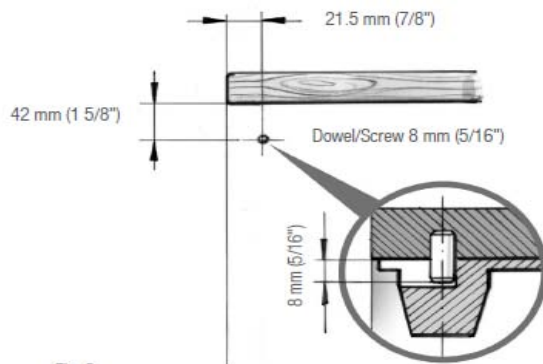

Fig. 9
2. Insérer le goujon de positionnement selon FIG 9.
5. Pousser le support contre le goujon tel que montré à la Fig 9.